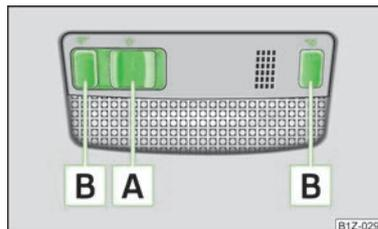

Fig. 29
- Pulsar el interruptor **A** » fig. 29 hacia el borde de la lámpara; se visualizará el símbolo
- Pulsar el conmutador **A** » fig. 29 a la posición central **O**.
- Pulsar el interruptor **A** » fig. 29 hacia el centro de la lámpara; se visualizará el símbolo
➤ Pulsar el interruptor **B** » fig. 29 para conectar y desconectar las luces de lectura.